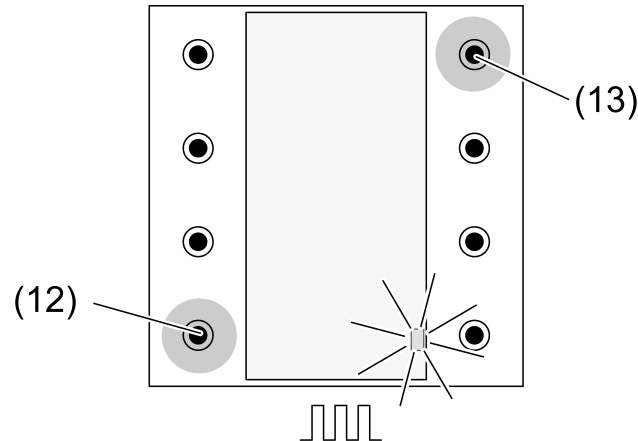

Figure 5: Activation du mode de programmation pour touches de scène
- Appuyer simultanément pendant 4 secondes sur les touches supérieure droite (13) et inférieure gauche (12) (Figure 5).
- Appuyer brièvement simultanément sur les touches supérieure droite (13) et inférieure gauche (12) (Figure 5).